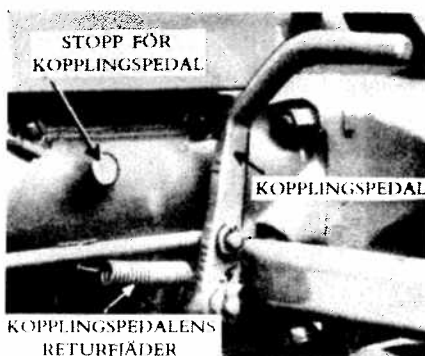

Fig. 8.
6. Tryck på startkontakten och håll samtidigt kopplingspedalen, se fig. 8, nedtrampad.